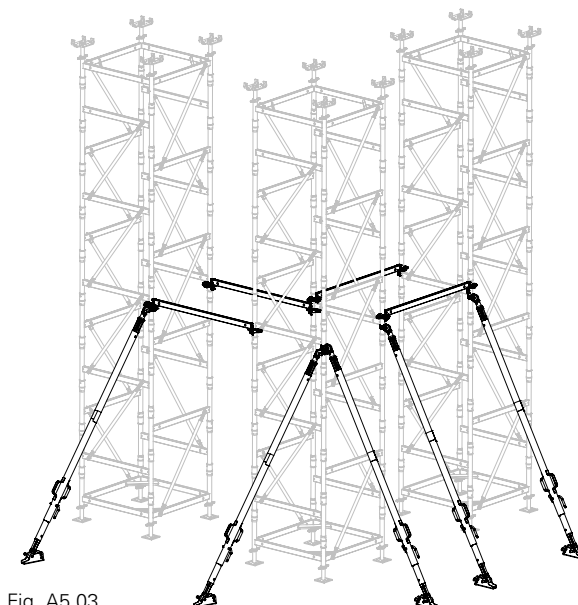

Fig. A5.03
4. Secure wedge using a hammer. (Fig. A5.03)